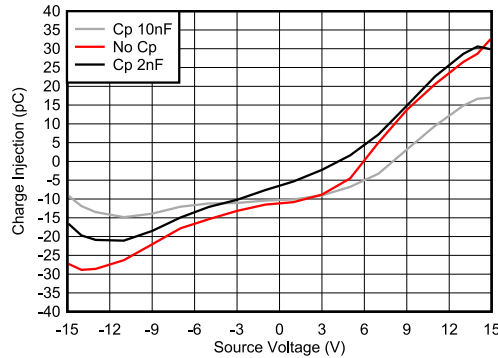

图 7-3. 电荷注入补偿
TMUX722x 包含可减少漏极 (Dx) 电荷注入的专用架构。为了进一步减少敏感应用中的电荷注入，可以在源极 (Sx) 上添加补偿电容器 (Cp)。这会将开关转换中的多余电荷推入源极 (S) 而非漏极 (D) 的补偿电容器。一般来说，Cp 应比漏极 (Dx) 上的等效负载电容大 20 倍。图 7-3 展示了源极侧不同补偿电容器的电荷注入变化。该图是在 TMUX72xx 系列中的 TMUX7219 上捕获的，负载电容为 100pF。